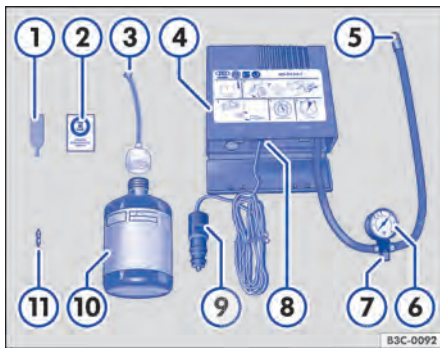

Fig. 265 Representação esquemática: componentes do kit de reparo dos pneus.
O kit de reparo dos pneus encontra-se no compartimento de bagagem sob o revestimento do assoalho. Ele é composto pelos seguintes componentes ⇒ Fig. 265:
12. Colar a etiqueta adesiva ⇒ Fig. 265 ② do kit de reparo dos pneus no campo visual do condutor no painel de instrumentos.
- Com a chave para remoção do elemento da válvula ⇒ Fig. 265 ①, desrosquear o elemento da válvula do pneu e colocá-lo sobre uma superfície limpa.
- Agitar a garrafa de enchimento dos pneus ⇒ Fig. 265 ⑩ algumas vezes com força.
- Rosquear a mangueira de enchimento ⇒ Fig. 265 ③ com firmeza no sentido horário sobre a garrafa de enchimento dos pneus. A película na tampa é perfurada automaticamente.
- Remover a vedação da tampa da mangueira de enchimento com bujão ⇒ Fig. 265 ③ e introduzir a extremidade aberta totalmente na válvula do pneu.
- Rosquear novamente o elemento da válvula com a chave para remoção do elemento da válvula ⇒ Fig. 265 ① na válvula do pneu.
- Rosquear a mangueira de enchimento dos pneus ⇒ Fig. 265 ⑤ do compressor de ar com firmeza na válvula do pneu.
- Verificar se o parafuso de sangria de ar ⇒ Fig. 265 ⑦ está fechado.
- Encaixar o conector do cabo ⇒ Fig. 265 ⑨ em uma tomada 12 V do veículo ⇒ Página 198.
- Ligar o compressor de ar com o interruptor LIGA-DESLIGA ⇒ Fig. 265 ⑧.
- Deixar o compressor de ar funcionar até atingir 2,0 – 2,5 bar (29 – 36 psi / 200 – 248 kPa) ⇒ . **Tempo de funcionamento máximo de 8 minutos** ⇒ ①.
Reconectar a mangueira de enchimento do pneu ⇒ Fig. 265  e ler a pressão de enchimento do pneu no indicador da pressão dos pneus ⇒ Fig. 265 .